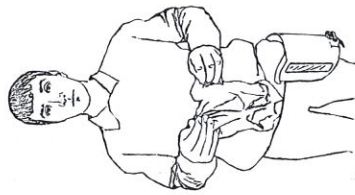

Рисунок 7 – Вскрытие пакета
- извлечь герметичный пакет и разорвать его по надрезу (рисунок 7);